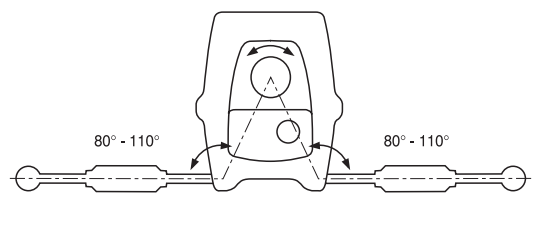

Fig. 6
- Fitting of two torque arms in opposite direction is necessary for applications with reversible direction of rotation (fig.6).
- Le montage de 2 bras de réaction en direction opposée est réalisable pour des applications à sens de rotation réversible (voir fig. 6).
- 2 Drehmomentstützen können ebenfalls in gegengesetzter Richtung befestigt werden, für Anwendungsfälle mit umkehrbarer Drehrichtung (siehe Fig.6).